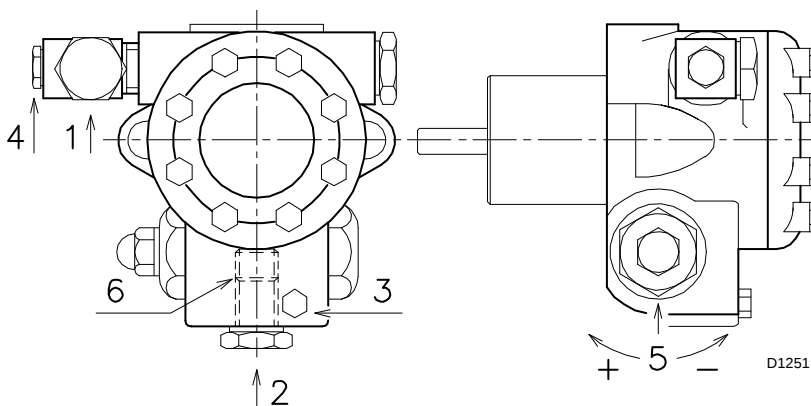

图 19
- 启动时，松开油泵上的螺栓 3) (图 19)，排出进油管路中的空气。
14 bar: 为了增大喷油量或确保环境温度低于 0°C 时的点火启动。调整油泵压力，可使用螺栓 5) (图 19 第 17 页)。